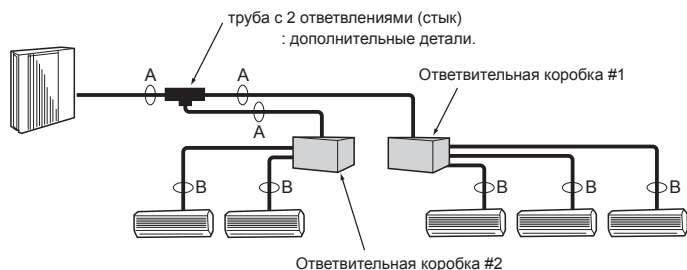

Fig. 4-3
4.3.2. Подключение с использованием ответвительной коробки (Fig. 4-3)